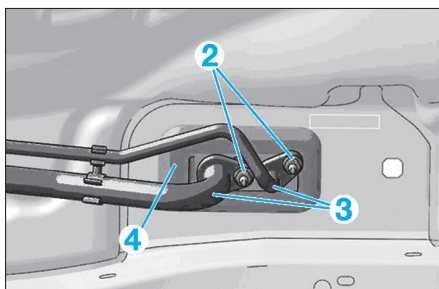

Fig. 34
- Déposer les écrous (2) (Fig.34).